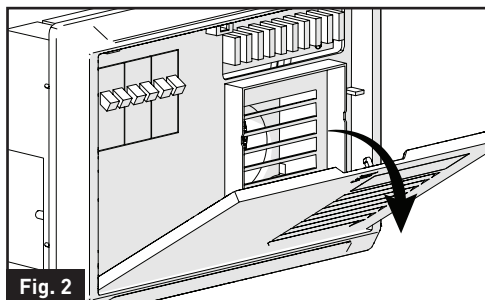

Fig. 2
3. Empuje la cubierta frontal del Centro de energía hacia la posición de la marca "F" y gírela hacia abajo para abrirla por completo. (Fig. 2)